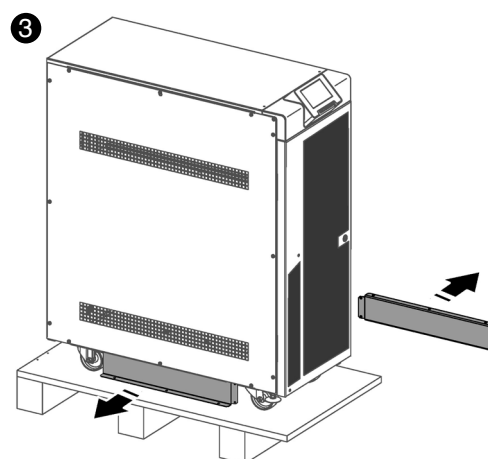

Fig. 24. Extraction des guides pour faciliter la descente de l'équipement de sa palette.
- ❸ Dévissez les guides de part et d'autre de la base de l'équipement fourni pour faciliter la descente de l'équipement (Fig. 24).